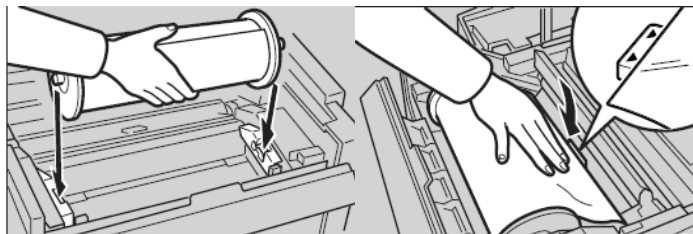

图 5-27 安装新版纸卷
- ③ 新版纸卷必须安装到正确位置，对齐版纸卷的前缘，并拉紧松弛的版纸，如图 5-27 所示。